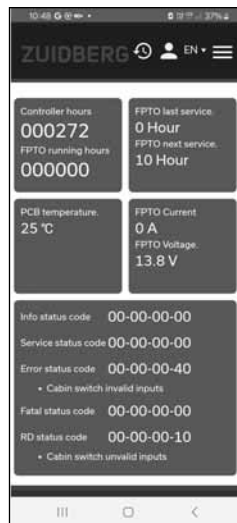

Abbildung 10
- Gehen Sie zum Dashboard bzw. zur Übersicht (siehe Abb.10).